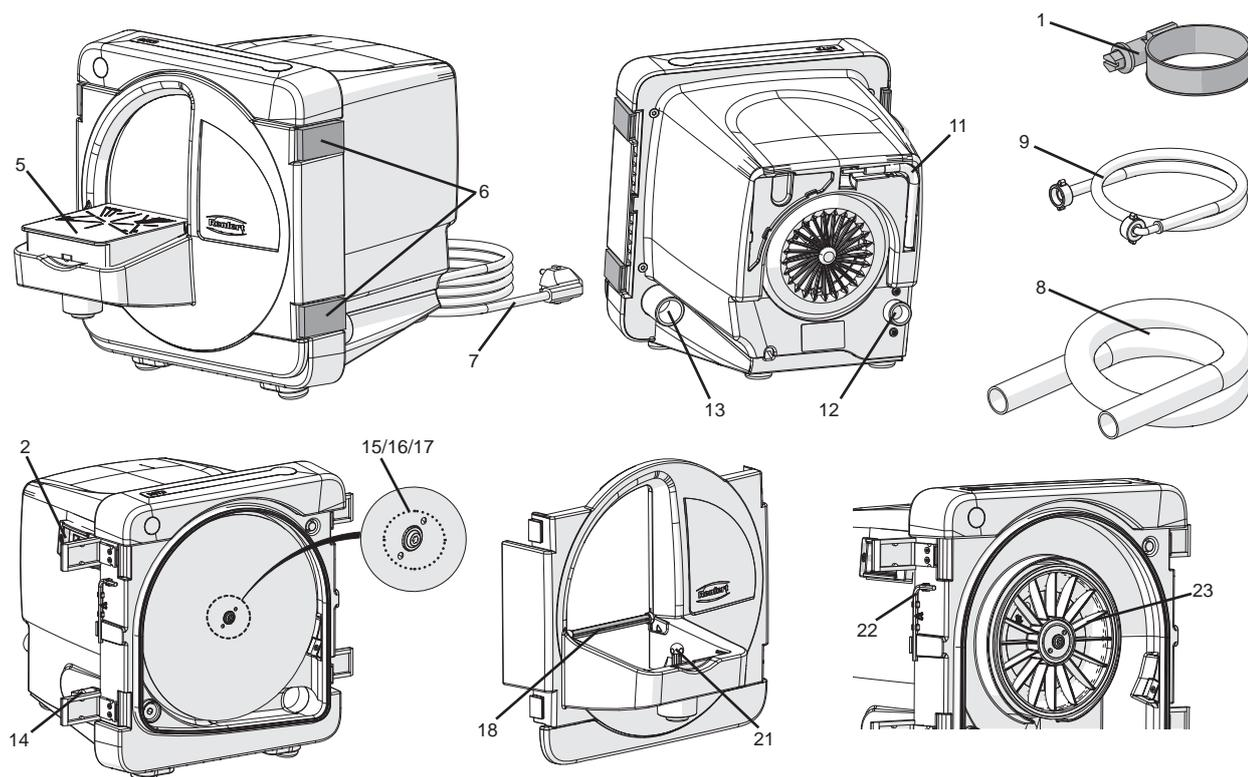

Fig. 1
- Ligar o plugue (7, fig. 1, 2) à tomada.
O aparelho é ligado e desligado por meio do interruptor Lig/Desl (2, fig. 1).